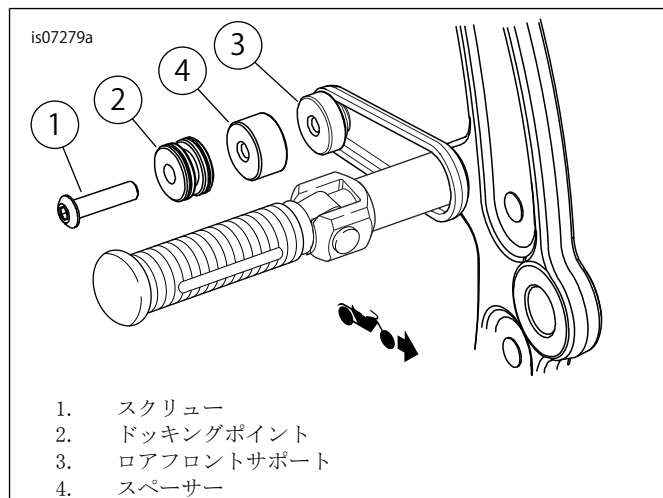

図6。ロアフロントドッキングポイント(他のデタッチャブルアクセサリーあり)
- 「図6」を参照してください。ロアフロントサドルバッグサポートアッセンブリー(3)を取り付けます。